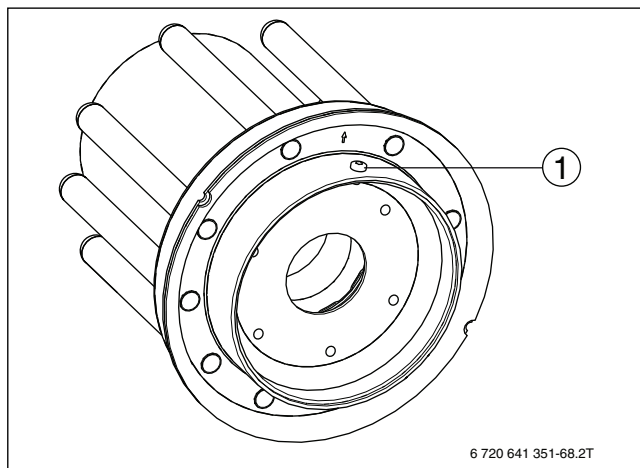

Bild 75 Luftwärmetauscher mit Brennstab
- Bei der Montage auf korrekte Positionierung achten: Schraube (→ Bild 75, [1]) zeigt nach oben.